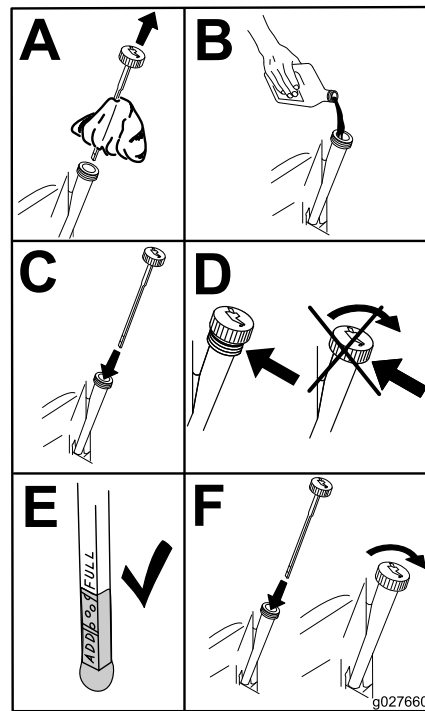

Figura 44
6. Deite cerca de 80% do óleo especificado no tubo de enchimento e adicione lentamente o óleo adicional até chegar à marca Cheio (**Figura 44**).